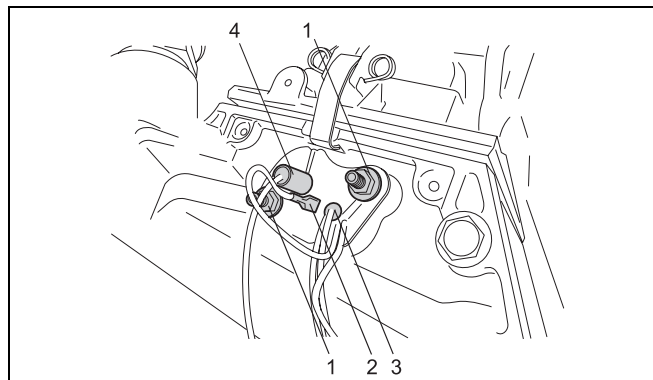

Fig. 30 Smontaggio degli elettrodi di ionizzazione e del dispositivo di accensione ad incandescenza
- Allentare i dadi di fissaggio (fig. 30, pos. 1).
- Togliere il cavo di messa a terra (fig. 30, pos. 2).
- Estrarre il dispositivo di accensione ad incandescenza (fig. 30, pos. 3) e gli elettrodi di ionizzazione (fig. 30, pos. 4) dallo scambiatore di calore.
- Allentare il raccordo a vite della valvola del gas (fig. 30, pos. 1) ed estrarre la spina (fig. 30, pos. 2) della valvola del gas.
- Estrarre la spina del ventilatore (fig. 30, pos. 3).
- Allentare il raccordo a vite della valvola del gas (fig. 30, pos. 1, pagina 33) ed estrarre la spina (fig. 30, pos. 2, pagina 33) della valvola del gas.
- Estrarre la spina del ventilatore (fig. 30, pos. 3, pagina 33).
- Allentare i due fermagli di fissaggio (fig. 30, pos. 4, pagina 33) della copertura del bruciatore e togliere la copertura del bruciatore con il ventilatore e la valvola del gas.